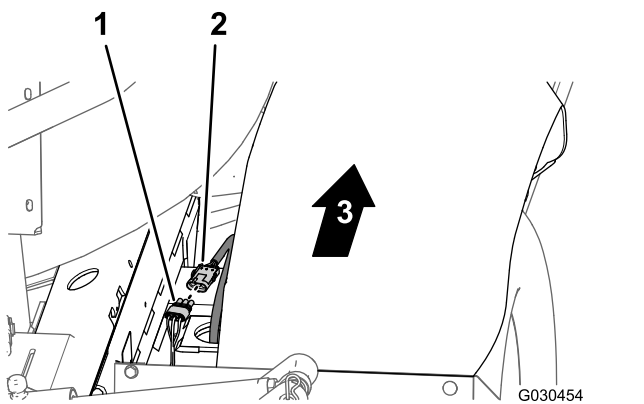

図 36
1. 機体後部右側フレームチューブと右側フェンダとの間で、後メインハーネスの3ソケットコネクタから、速度センサーハーネス右側油圧走行モータにあるの3ピンコネクタを外す 図 36。